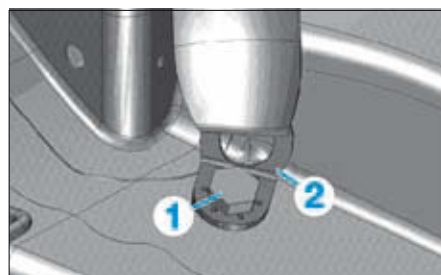

FIG. 25
- la vis de fixation (1) de la boucle (2) de ceinture de sécurité (Fig.25),
- la vis de fixation de la boucle de ceinture de sécurité (Fig.25),